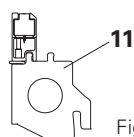

Fig. A5.07
- sull'appoggio frontale SSL (11) in senso longitudinale. (Fig. A5.07)